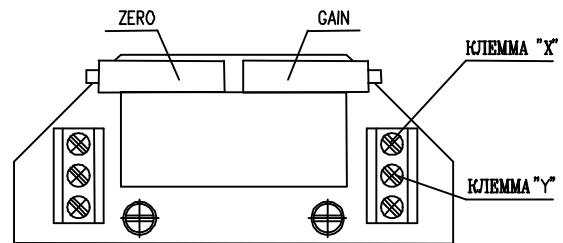

Рис.6
- Установите датчик сопротивления на основании инструкций в предыдущей главе так, что величину сопротивления измеряйте на клеммах X-Y (рис.6).
- Поворачиванием устанавливающего триммера ZERO (рис.6) установите величину выходного сигнала тока, измеряемого на клеммах 81-82, на величину 4 мА.
- Поворачиванием устанавливающего триммера GAIN (рис.6) установите величину выходного сигнала тока, измеряемого на клеммах 81-82, на величину 20 мА.
**4.4.2 EPV - 3-проводниковое включение (рис.6)**
- Установите датчик сопротивления на основании инструкций в предыдущей главе так, что величину сопротивления измеряйте на клеммах X-Y (рис.6). (употреблен датчик с сопротивлением 2000Ω или 100Ω)
- Поворачиванием устанавливающего триммера ZERO (рис.6) установите величину выходного сигнала тока, измеряемого на клеммах 81-82, на величину 0 мА или 4 мА.
- Поворачиванием устанавливающего триммера GAIN (рис.6) установите величину выходного сигнала тока, измеряемого на клеммах 81-82, на величину 20 мА или 5 мА.